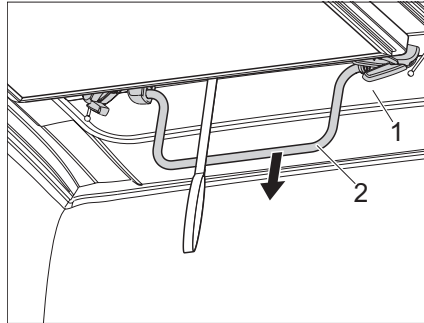

Bild 42 Dra det skjutbara taket nedåt
- ▶ Dra med bygeln ner det skjutbara taket (Bild 42,1) med blicken riktat bakåt, (Bild 42,2) **långsamt** och försäkra dig om att tygbehållaren fälls korrekt inåt.